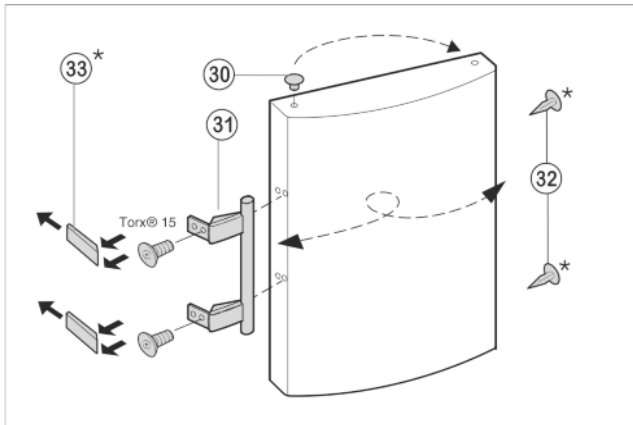

Fig. 8
- ▶ Trň *Fig. 8 (30)* z ložiskového puzdra dverí vyberte a premiestnite.
- ▶ Držadlo dverí *Fig. 8 (31)*, trne *Fig. 8 (32)* a prítlačné platničky *Fig. 8 (33)* odmontujte a premiestnite na opačnú stranu.